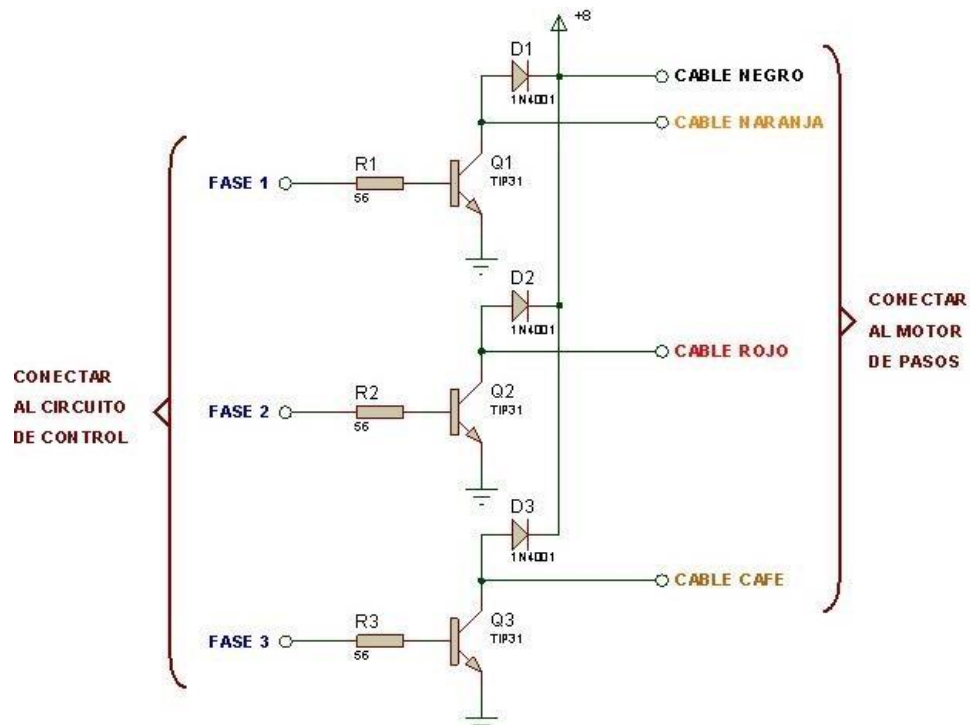

Figura 6.4
1. Simular la etapa de potencia mostrada en la figura 6.4, la cual sirve para proporcionar la corriente necesaria a las bobinas del motor de pasos a partir de las señales digitales de baja potencia.